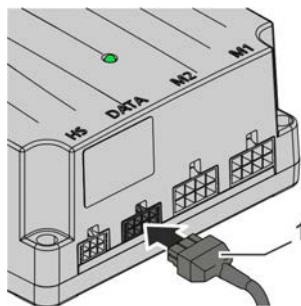

Abbildung 24 - BUS-Kabel anschließen (Steuerung)
1. BUS-Kabel (Abbildung 24, Positionsnummer 1) in die DATA-Schnittstelle der Steuerung stecken.